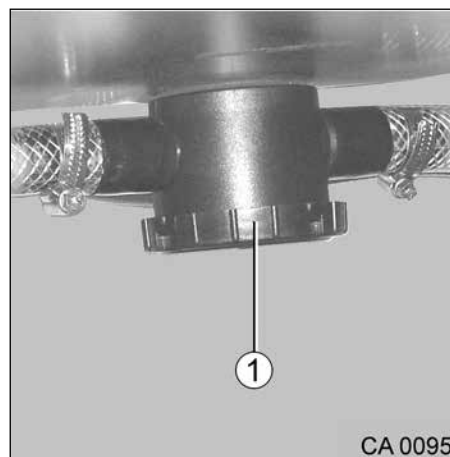

Fig. 64 Siphon
Pour éviter des mauvaises odeurs émanant de l'installation des eaux usées, le véhicule est équipé de siphons (Fig. 64, pos. 1).
1. Dévisser le couvercle du siphon (Fig. 64, pos. 1) dans le sens anti-horaire.
2. Nettoyer l'intérieur du siphon et le couvercle (Fig. 64, pos. 1).
3. Visser le couvercle (Fig. 64, pos. 1) dans le sens horaire sur le siphon.